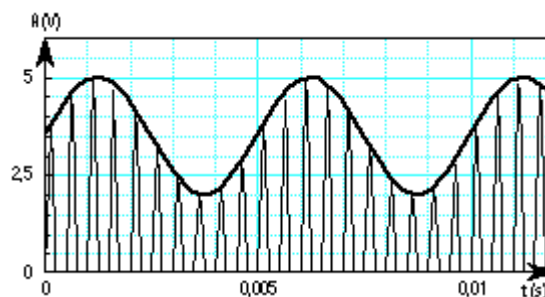

Fig. 24. Signal démodulé.
Sans la résistance R, on aurait un détecteur de crête comme précédemment. On détermine cette résistance de manière à ce que la constante de temps RC soit petite devant la période de la porteuse, et grande devant la période du signal à émettre : on arrive ainsi à reconstituer le signal basse fréquence (BF) : c'est la courbe en gras de la Fig. 24.